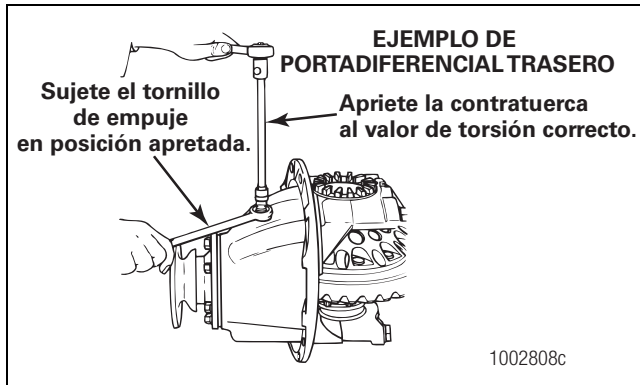

Figura 5.62
5. Apriete la contratuerca, si así está equipada, al valor de torsión correcto contra el portadiferencial. Consulte la Sección 8. Figura 5.62.